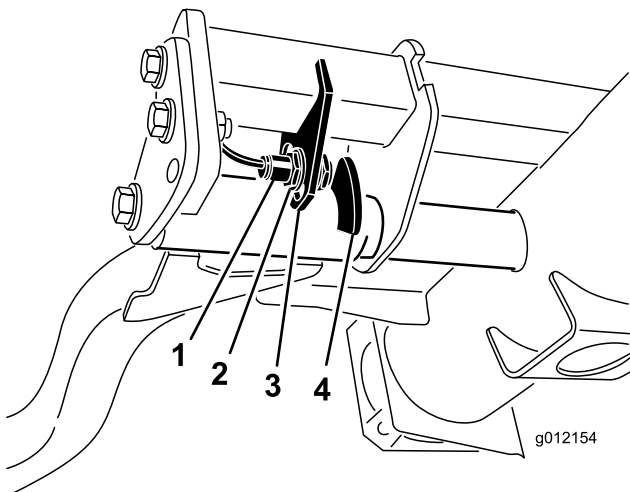

Figura 35
2. El interruptor del brazo de elevación está situado debajo del depósito de aceite hidráulico y detrás del brazo de elevación delantero derecho (Figura 35).
3. Afloje los tornillos de montaje del interruptor (Figura 35) y desplace el interruptor hacia abajo para aumentar la altura de giro del brazo de elevación, o hacia arriba para reducir la altura de giro del brazo de elevación. Apriete los tornillos de montaje.